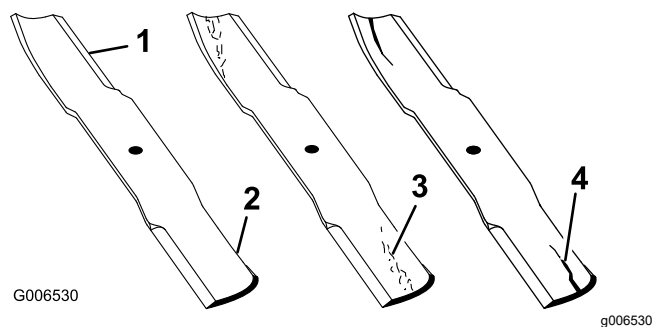

Figure 49
1. Examinez le tranchant des lames (Figure 49).
4. Remplacez immédiatement toute lame fendue, usée ou qui présente une entaille sur cette partie (Figure 49).